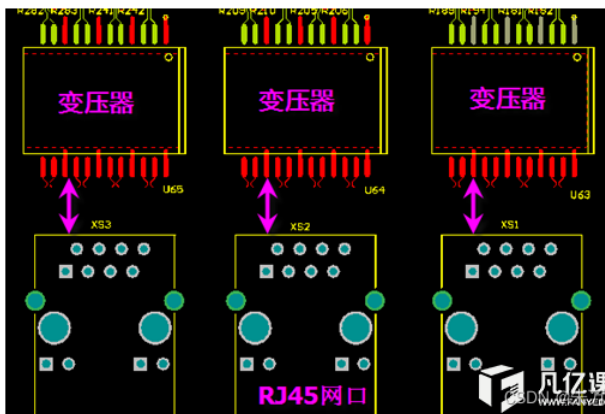

图4 变压器和RJ45接口的间距
1) 变压器和RJ45接口分离的情况下，如图4所示，RJ45接口和变压器之间的距离尽可能的缩短（在满足工艺要求的情况下）；